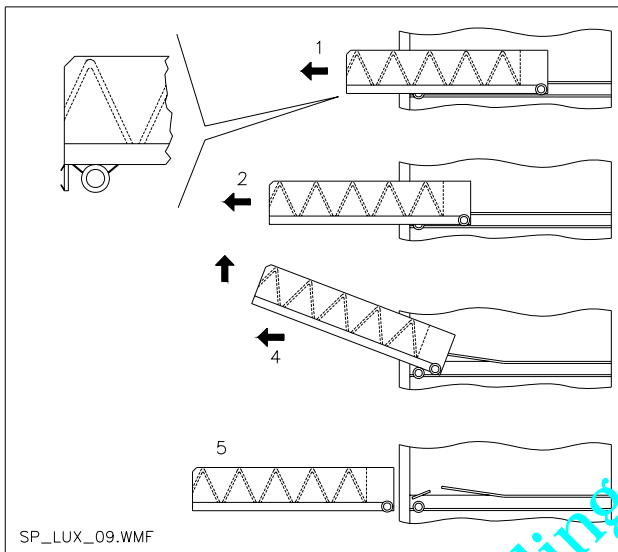
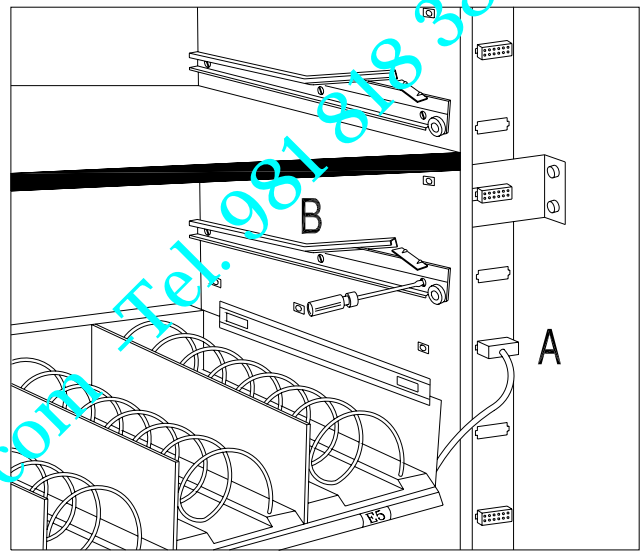

FIG. 9
FIG. 10
9.4 PROCEDIMIENTO PARA LA REMOCIÓN DE LOS CAJONES (FIG.9)
<p>Para sustituir el cajón se debe proceder de la siguiente manera:</p> <ol style="list-style-type: none"> 1) Abrir la puerta principal. 2) Quitar la corriente eléctrica llevando el interruptor a "OFF". 3) Disconectar el conector eléctrico -A- FIG. 10. 4) Extraer el cajón forzando el bloque del resorte de posicionamiento. 5) Tirar el cajón hasta el paro, después levantarlo en alto, girarlo en bajo hasta el desenganche de la guía y en fin removerlo de la máquina FIG. 9. <p>Para el montaje de otro cajón, la procedura es la siguiente:</p> <ol style="list-style-type: none"> 1) Insertar el cajón. 2) Empujar hasta que el cajón se empalma en posición de bloque. 3) Insertar el conector eléctrico -A- FIG. 10. 4) Portar el interruptor en posición "on". 5) Cerrar la puerta principal.
<p>Los distribuidores que poseen 6 cajones pueden ser transformados en distribuidores de 7 cajones, de la siguiente forma:</p> <ol style="list-style-type: none"> 1) Abrir la puerta. 2) Quitar la corriente eléctrica llevando el interruptor a "OFF". 3) Extraer todos los cajones del Distribuidor Automático 4) Desplazar las guías ref. B FIG. 10 (la última en bajo está deja en la posición correcta y no necesita desplazamiento). 5) Desplazar los conectadores, ref. A. FIG. 10, sobre el borde de la caja. 6) Quitar un par de guías y un cableado del conector. 7) Re-montar 7 cajones, controlando que el resorte de bloque esté empalmado y los conectadores esten bien insertados. 8) Impostar los nuevos precios.